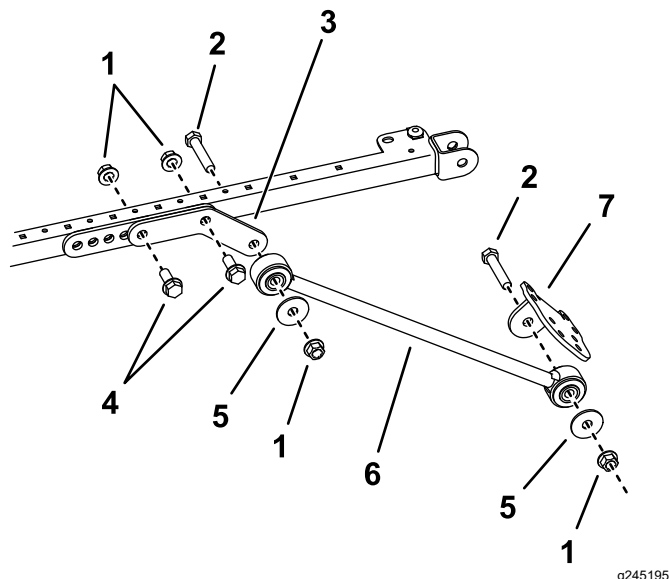

Рисунок 37
центральному отверстиям монтажного кронштейна с помощью 2 болтов (1/2 x 1 1/2 дюйма) и 2 фланцевых гаек (1/2 дюйма), как показано на рис. Рисунок 37.
10. Прикрепите подпорку снаружи каждого удлинительного звена с помощью болта (1/2 x 2 1/2 дюйма), шайбы (1/2 дюйма) и фланцевой гайки (1/2 дюйма), как показано на рис. Рисунок 37.
11. Прикрепите, не затягивая, кронштейн подпорки к каждой подпорке с помощью болта (1/2 x 2 1/2 дюйма), шайбы (1/2 дюйма) и фланцевой гайки (1/2 дюйма), как показано на Рисунок 37.